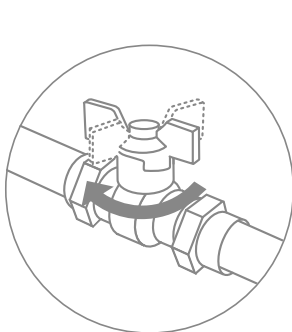

Рис. 7
1. Перед началом работ перекройте подачу холодной воды (рис. 7) к месту подключения фильтра и сбросьте давление воды в системе, открыв вентиль смесителя.